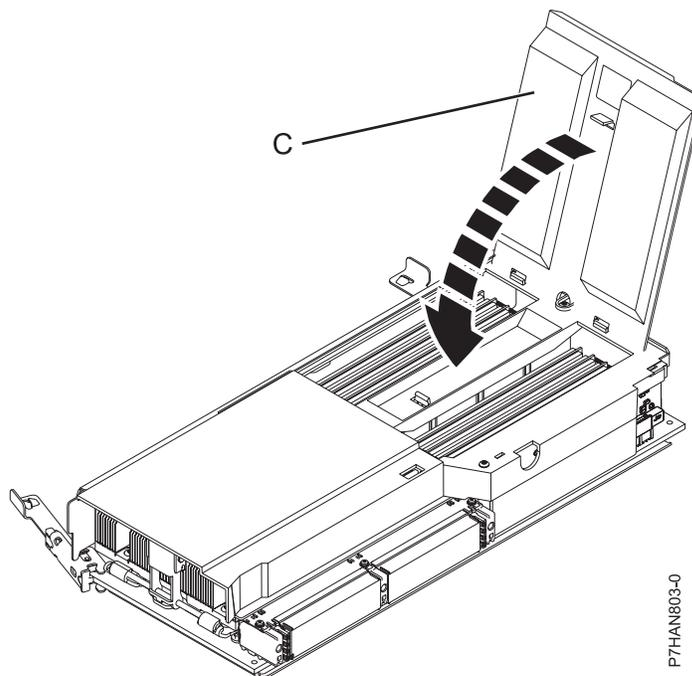

Figura 7. Cierre de la cubierta del módulo de memoria
9. Cierre la cubierta del módulo de memoria (C) hasta que encaje en su posición, tal como se muestra en la Figura 7.